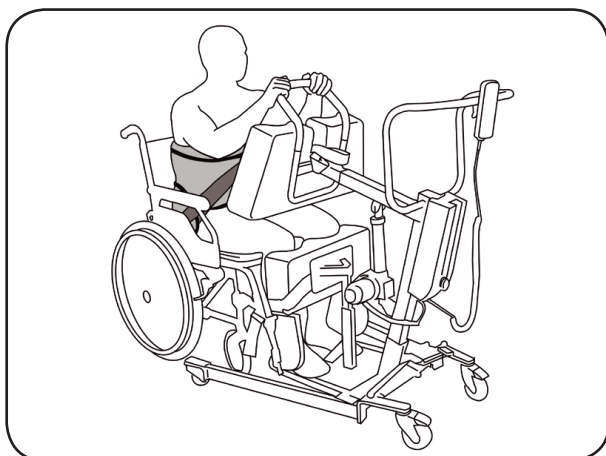

Abbildung 39
7. Fahren Sie den Hebearm so weit herunter, bis der Patient die Griffe vor sich bequem ergreifen kann (Abbildung 39).
8. Hängen Sie die Gurtschlaufen so eng wie möglich an den Haken des Hebearms ein. Achten Sie dabei auf eine beidseitig gleiche Schlaufenwahl, die Sie leicht an den unterschiedlichen Farben erkennen. Vergewissern Sie sich, dass der Patient mit beiden Füßen auf der Trittplatte steht und mit beiden Händen die Griffe umfasst (Abbildung 39).